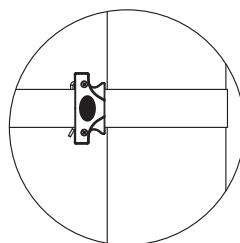

Bild 1
1. Das Band kann mit dem Befestigungsstift direkt auf sich selbst befestigt werden, nachdem es um eine Stange oder einen festen Gegenstand geführt wurde. (Bild 1)